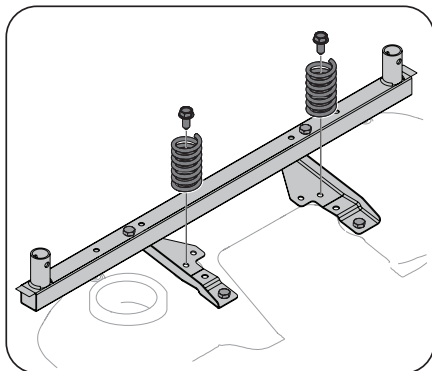

Figure 3-6
5. Réinstallez les ressorts du siège et la quincaillerie qui a été enlevée plus tôt dans la procédure, comme montré à la Figure 3-6.